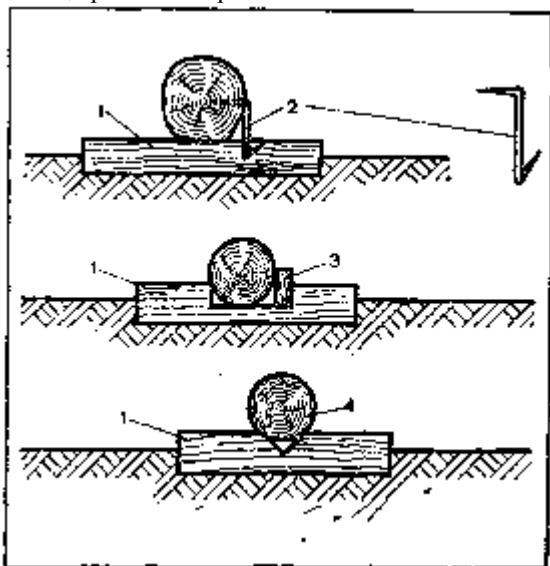

Рис. 32. Способы крепления бревен при обработке:
**Крепление бревен.** Чтобы бревна при обработке не качались, их надо прочно закреплять (рис. 32). Обычно для этого используют так называемые обратные скобы. Можно также стесать или срубить на конце бревна небольшую площадку и закрепить его скобой или на подкладке вырубить прямоугольную вырубку, положить в нее конец бревна и закрепить клином.